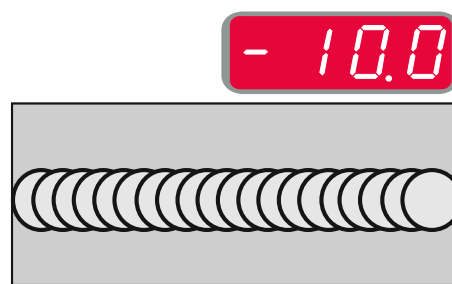

Figura 16
- Frecuencia menor de 0,0 - Soldadura y espaciado del rizo anchos, velocidad de desplazamiento lenta. La Figura 16 muestra el espaciado de la soldadura cuando la frecuencia es "-10".